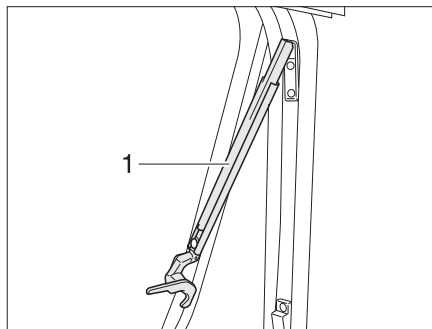

Fig. 73 Fenêtre projetante avec bras automatiques, ouverte
- Ouvrir la fenêtre projetante jusqu'au cran d'arrêt souhaité. Le bras automatique (Fig. 73,1) s'enclenche automatiquement.